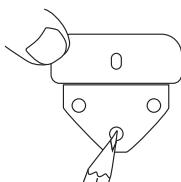

Рис. 1
- Подберите необходимую высоту подвеса и отметьте на стене требуемое положение кронштейна (рис. 1).